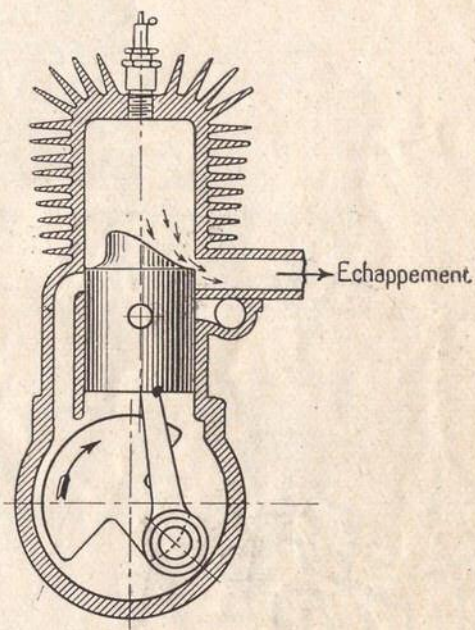

Fig. 3
**Deuxième temps.** — Les gaz admis au 1er temps dans le carter sont comprimés par le piston qui est chassé par l'explosion et la détente. Avant d'atteindre son point mort bas, le piston démasque l'orifice d'échappement. La sortie des gaz brûlés s'effectue sous l'effet de leur pression (fig. 3).